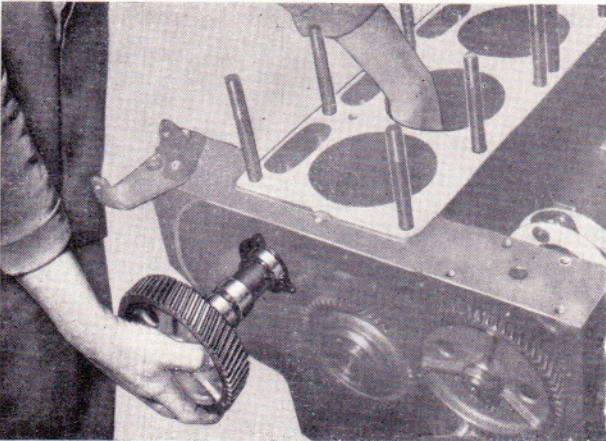

Bild 52
- Nockenwelle aus dem Kurbelgehäuse herausziehen (Bild 52).